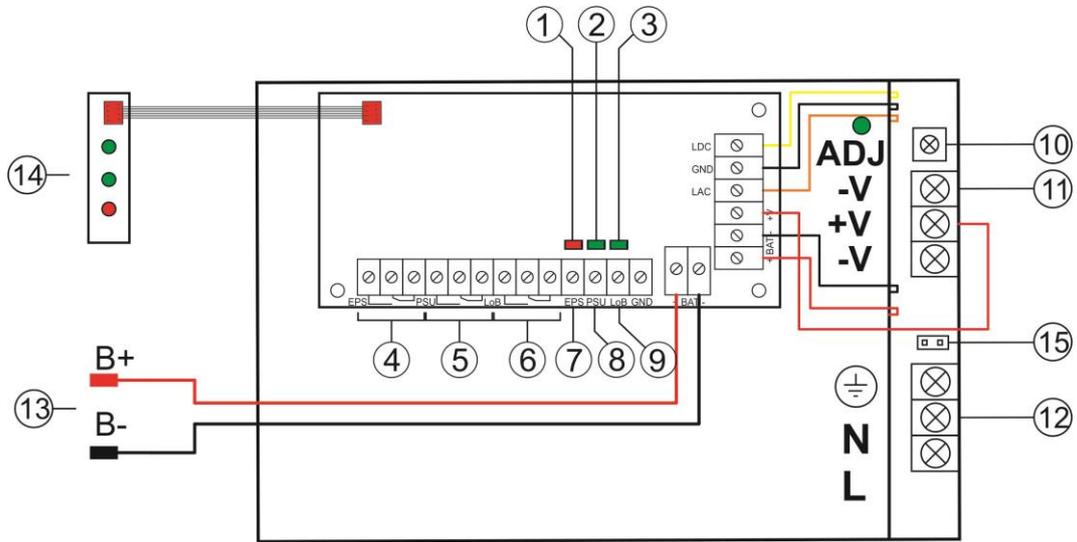

Abb. 2. Ansicht des Netzteilmoduls.
**1.3 Beschreibung der Elemente und Verbindungen des Netzteils (Tab. 1, Abb. 2)**
Tabelle 1. Elemente des Netzteilmoduls (siehe Abb. 2).
- rote LED-Diode (Abb. 2, Element 1) im Normalbetrieb (AC-Versorgung) leuchtendes Licht. Beim Fehlen der AC-Stromversorgung wird die LED-Diode ausgeschaltet.
- grüne LED-Diode (Abb. 2, Element 2) signalisiert über den Stand der DC-Versorgung am Ausgang des Netzteils. Im Normalbetrieb (DC-Versorgung) leuchtendes Licht. Im Falle von Kurzschluss und Überlastung wird die Diode ausgeschaltet.
- grüne LED-Diode (Abb. 2, Element 3) signalisiert über den Stand der Spannung des Akku. Im Normalbetrieb ( $U_{BAT} > 23V$ ) leuchtendes Licht, im Falle von Senkung der Spannung des Akkus ( $U_{BAT} < 23V$ ) wird die Diode ausgeschaltet.
**ACHTUNG!** Auf der Abb. 2 werden die Kontakte der Relais in einem spannungsfreien Zustand dargestellt, was eine Netzstörung AC bedeutet.
**ACHTUNG!** Auf der Abb. 2 werden die Kontakte der Relais in einem spannungsfreien Zustand dargestellt, was eine Netzteilstörung bedeutet.